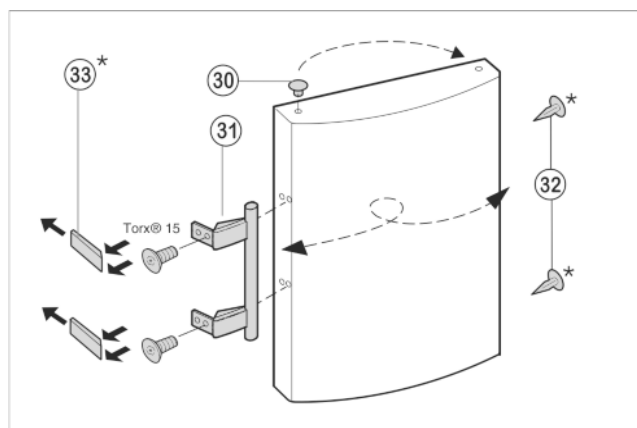

Fig. 9
- ▶ Enlever le bouchon Fig. 9 (30) du coussinet de la porte et le mettre de l'autre côté.
- ▶ Démontez la poignée de porte Fig. 9 (31), le bouchon Fig. 9 (32) et les plaques d'appui Fig. 9 (33) puis les repositionner sur le côté opposé